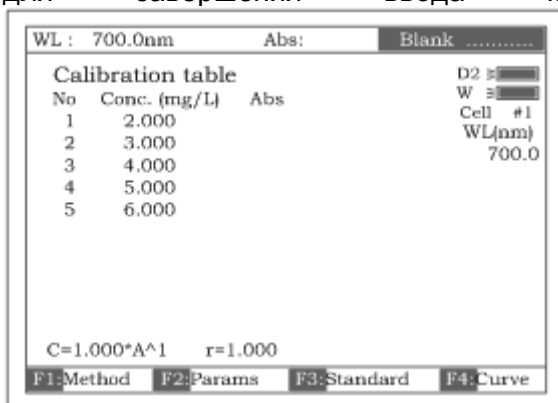

Рис. 32.
- Установите кювету с холостым раствором на пути светового луча, нажмите клавишу **[0Abs/%T]** (рис.32). Подождите, пока в верхнем правом углу экрана появится приглашение измерить 1-ый стандартный раствор: «Please insert 1st...».